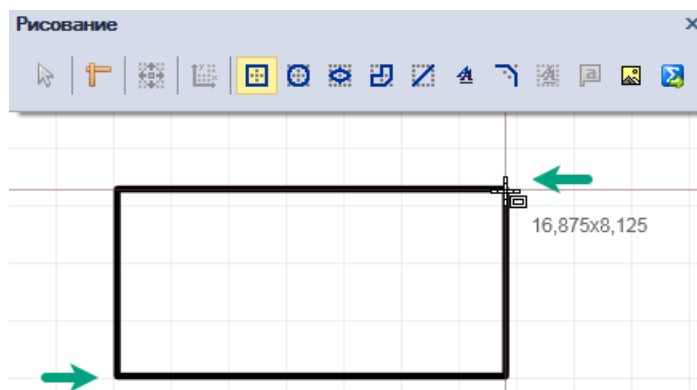

Рис. 372 Построение прямоугольника
3. Переместить курсор в другую точку. Система выстроит предполагаемый вид прямоугольника на основании зафиксированной точки и текущего положения курсора, см. Рис. 372.